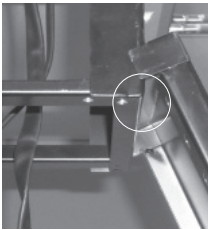

Fig. 4
- Haak de afzuigkap eerst aan 1 zijde aan de motorunit (fig. 4).